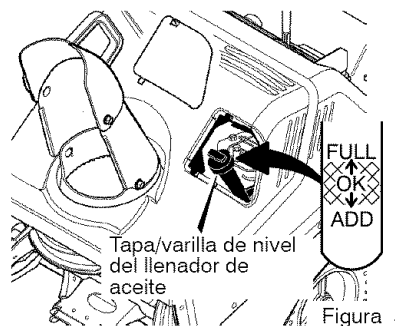

Figura 5
3. Quite la **tapa/varilla del llenador de aceite** (Figura 5). Llène hasta la marca **FULL** en la **tapa/varilla del llenador de aceite**. Revise periódicamente el nivel de aceite. **NO LO LLENE DEMASIADO.**